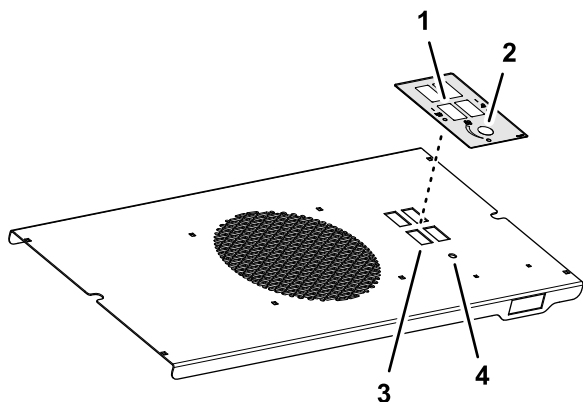

Figura 3
1. Remova cuidadosamente a película posterior do autocolante (Figura 3).
2. Alinhe as aberturas retangulares e furo no autocolante com as aberturas retangulares e furo no painel de interruptores como se mostra em Figura 3.